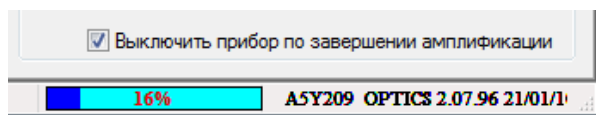

Рис.52 Включение опции «Выключить прибор по окончании амплификации»
1. В окне **Выполнение программы** включите опцию, как показано на Рис.52.